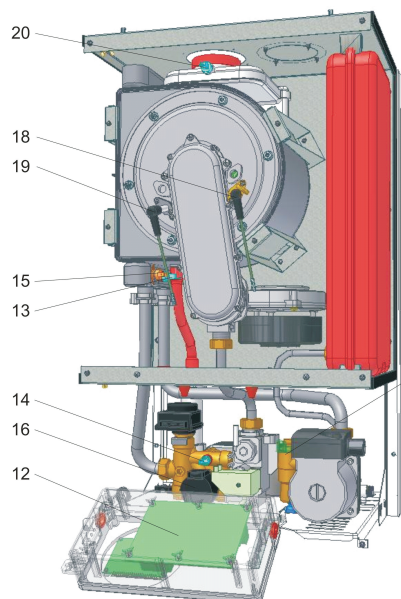

Fig. nr.3
2.2.3 SISTEMUL DE COMANDA SI CONTROL (VEZI FIG. NR.3)